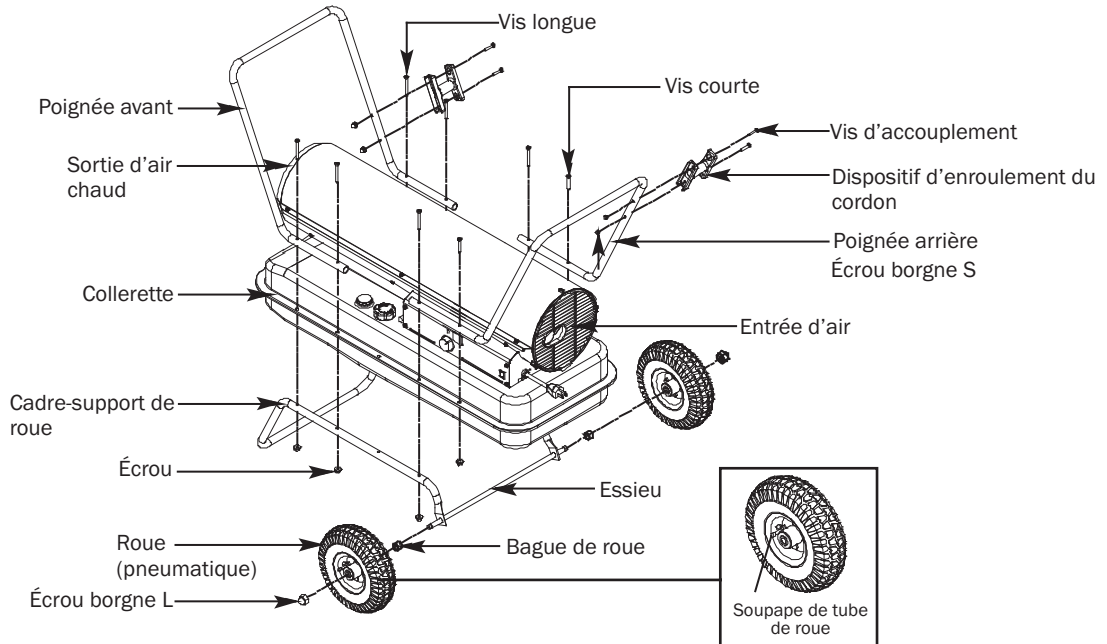

Figure 3 - Ensemble
4. Placer le radiateur sur le cadre de support de roue. S'assurer que l'entrée d'air (arrière) du radiateur est par-dessus les roues. Aligner les trous sur la collerette du réservoir de combustible. Insérer les vis à travers les poignées (avant et arrière), la collerette du réservoir de combustible et le cadre de support de roue, comme l'illustre la Figure 3, et serrer l'écrou à la main après avoir inséré chaque vis.